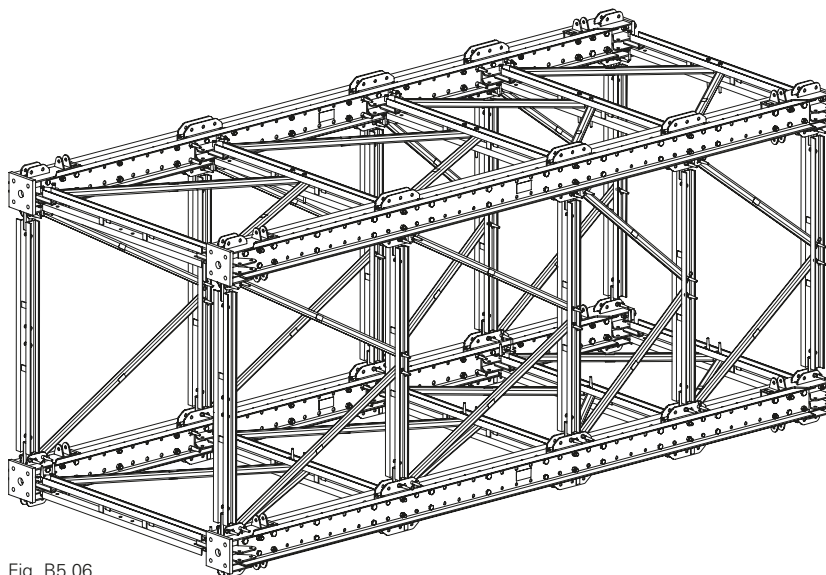

Fig. B5.06
1. Installare le diagonali VST richieste. (Fig. B5.06) (si veda capitolo B3, Montaggio modulo)